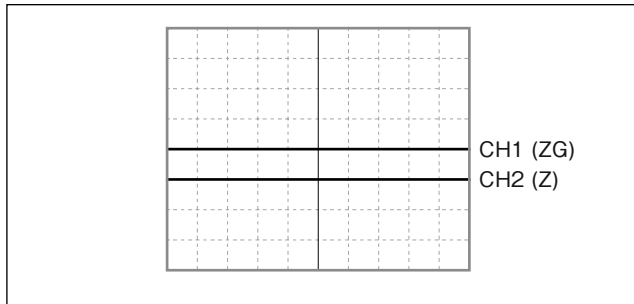

Abb. 4-9
- ① Die Sonde CH1 des Oszilloskops mit dem Prüfstift TP5 (ZG) und dem Prüfstift TP4 (GND) der Schnittstelleneinheit verbinden.
- ② Die Sonde CH2 des Oszilloskops mit dem Stift CN2-5 (Z) und dem Prüfstift TP4 (GND) der Schnittstelleneinheit verbinden.
- ③ Den Schalter TIME/DIV am Oszilloskop auf 200 ms einstellen.
- ④ Die Deviationsempfindlichkeit (VOLTS/DIV) von CH1 und CH2 am Oszilloskop auf 2 V/Teil. einstellen.
- ⑤ Den Eingangskopplungsschalter von CH2 am Oszilloskop auf GND stellen und das Oszilloskop so einstellen, dass das Signal von CH1 in der Mitte des Bildschirms angezeigt wird. Das Oszilloskop so einstellen, dass CH2 eine Rasterzeile darunter angezeigt wird. (Siehe Abb. 4-9.)